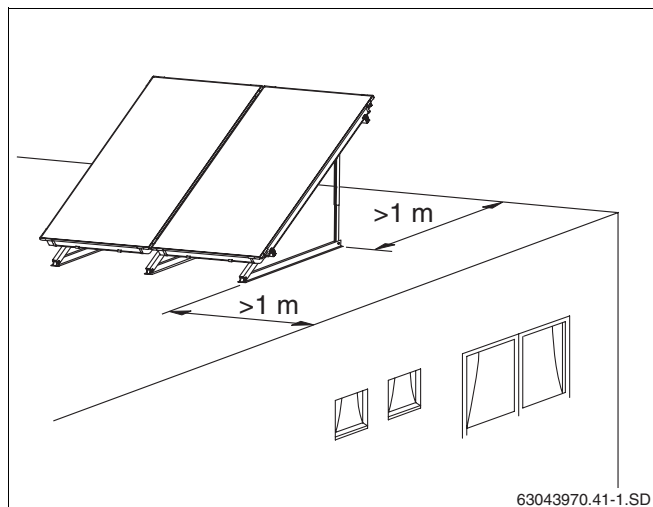

Fig. 15 Distanța de la marginea acoperișului
- Aveți în vedere că înainte de montaj, între suportii acoperișului plan și marginea acoperișului să fie prevăzută o distanță de cel puțin un metru (Fig. 15).